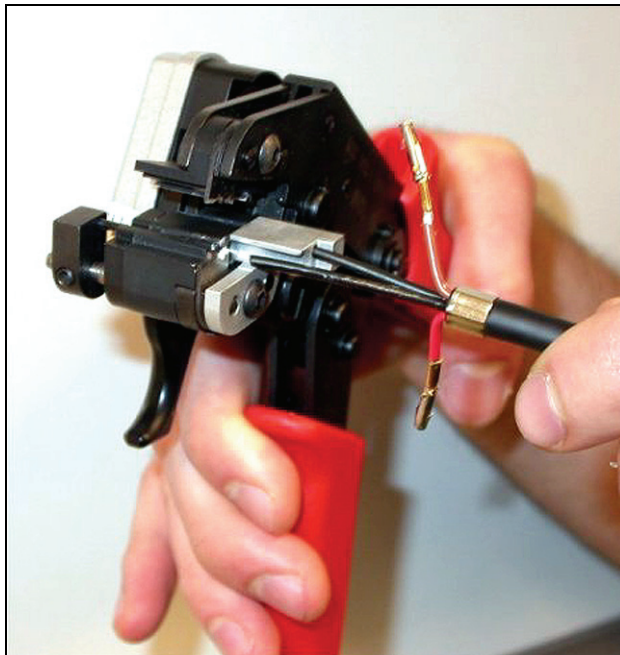
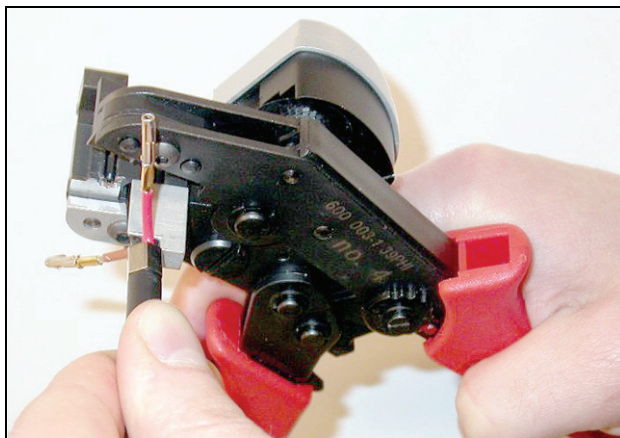

figura 30.16: Corte de una fibra (1)
figura 30.17: Corte de una fibra (2)
- 13 Sitúe las fibras ópticas de plástico en la herramienta de corte/pelacables POF (herramienta 6). La fibra que vaya a ser cortada debe colocarse en el orificio pequeño de guía, mientras que la otra fibra debe colocarse en el orificio grande de guía (consulte figura 30.16). El manguito de engarce debe apoyarse contra el tope (consulte figura 30.17).